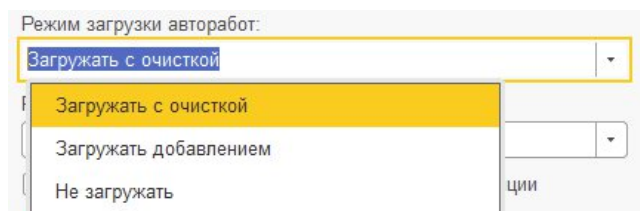

Рис. 7. Обработка "Обмен с auda pad web"; закладка "Обмен", режим загрузки авторабот
3. **Реквизиты "Режим загрузки авторабот" и "Режим загрузки деталей"** – позволяют настроить режимы загрузки номенклатуры и авторабот (Рис. 7):